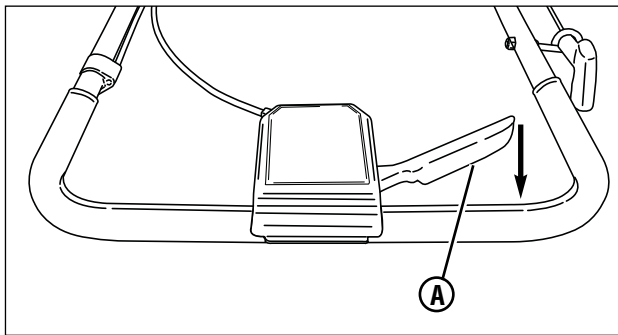

Figure 4 : Commande d'entraînement des roues
2. Commencez à presser la commande d'entraînement des roues **(A, Figure 4)** en arrière vers le manche pour embrayer et propulser la tondeuse vers l'avant. La vitesse en marche avant peut s'augmenter en pressant plus cette commande contre le manche.